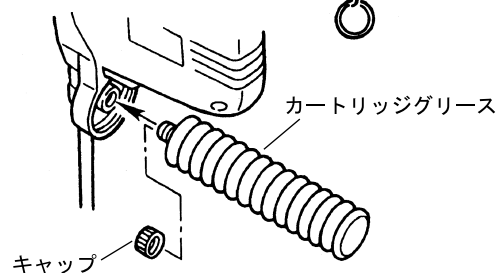

Fig.3
- 3) カートリッジグリースのキャップをねじ戻して外し、カートリッジグリースを本体内のネジ部に取付けてください。（Fig.3）